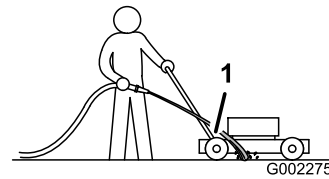

Figure 22
3. Tenez le tuyau d'arrosage à hauteur du guidon et dirigez le jet d'eau vers le sol, juste devant la roue arrière droite (Figure 22).